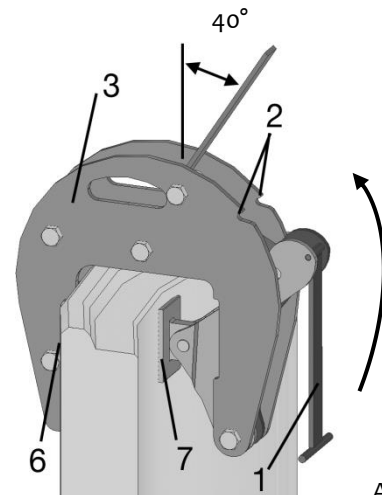
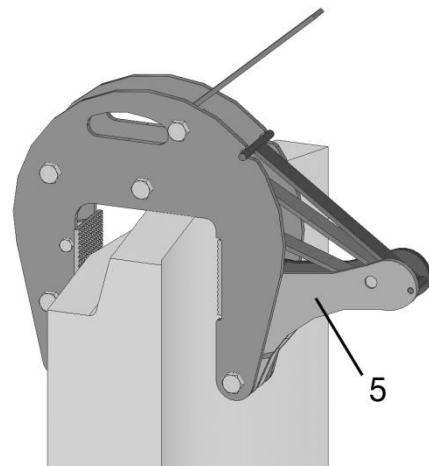

Abb. 2
Abb. 3
- Offenhalter (1) nach oben schwenken (Abb. 2) und in den beiden Nuten (2) des Außenbügels (3) arretieren: Die Klemme ist jetzt mit maximaler Öffnungsweite arretiert (Abb. 3). Bei dem Einstellen ist darauf zu achten, dass die **Zugbänder entlastet** und **nicht verdreht** sind.
- Alle Offenhalter (1) entriegeln und nach unten schwenken: die Winkelhebel (5) werden durch die Federn nach vorne geschwenkt.
- Die beiden Spannbacken (6) und (7) müssen auf der ganzen Fläche an dem Ring anliegen (Abb. 2). Schachtring ca. 10 cm anheben.